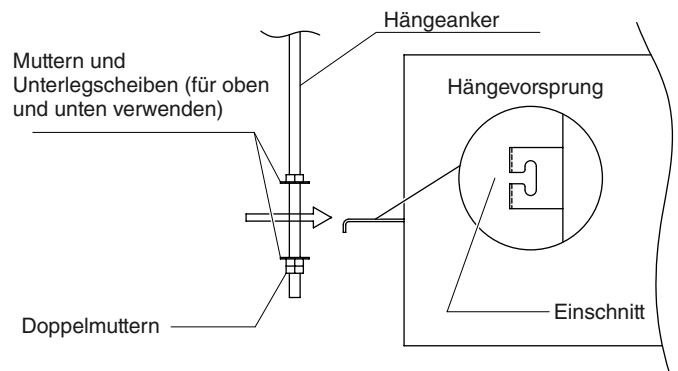

Abb. 3-138
- (3) Die drei Sechskantmutter und die beiden Unterlegscheiben (im Fachhandel erhältlich) auf jeden der vier Hängeanker schrauben, wie in Abbildung 3-138 und 3-139 gezeigt. Je eine Mutter und eine Unterlegscheibe für die obere Seite, und zwei Muttern und eine Unterlegscheibe für die untere Seite verwenden, damit die Einheit nicht von den Hängevorsprüngen abrutschen kann.